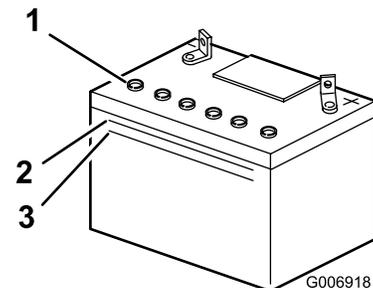

Figure 34
2. Observez le côté de la batterie. Le niveau de l'électrolyte doit atteindre le trait supérieur (Figure 34).
- Remarque:** Le niveau d'électrolyte ne doit pas descendre au-dessous du trait inférieur (Figure 34).
2. Enlevez les bouchons de remplissage (Figure 34).
3. Versez de l'eau distillée avec précaution dans chaque élément jusqu'à la partie inférieure du tube (Figure 34).